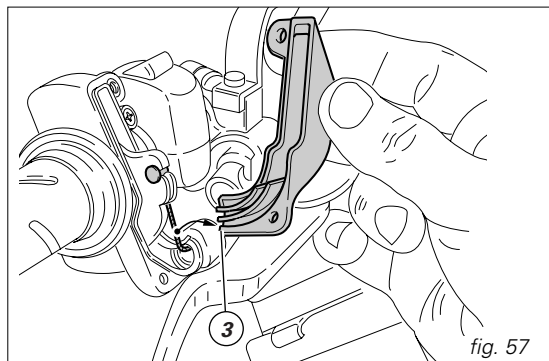

fig. 57
**⚠ Atención** Cerrar el mando prestando mucha atención e introduciendo el cable en la polea, pasarlo por la corredera de la tapa (3, fig. 57).